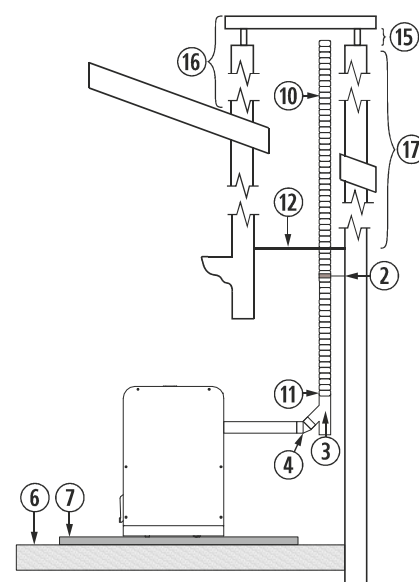

Figura 6
4.26. La instalación de un encastrable en una chimenea de obra se puede realizar en toda su totalidad en tubo flexible, tal y como indica la *figura 6*. Debemos tener especial cuidado a la hora de realizar el aislamiento entre la chimenea y el tubo de la salida de gases, para evitar posibles retrocesos de gases en caso de tormenta.
②	Abrazadera de sujeción de acero inoxidable.
③	Te de 135° con registro.
④	Codo de 45°.
⑥	Suelo de madera.
⑦	Protector del suelo no combustible.
⑩	Tubo flexible de acero inoxidable.
⑪	Manguito unión rígido a flexible.
⑫	Aislante anti retroceso.
⑮	Mínimo 200mm.
⑯	Debe sobrepasar 1 metro el tejado.